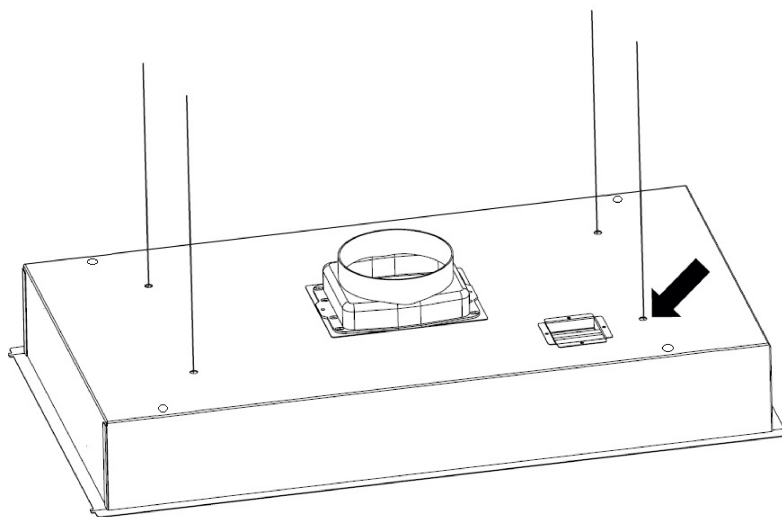

Fig. 20
5. ➔ Skub nu stålwirerne igennem fra toppen og ned i emhætten igennem sikkerhedslåsen (Fig. 20).